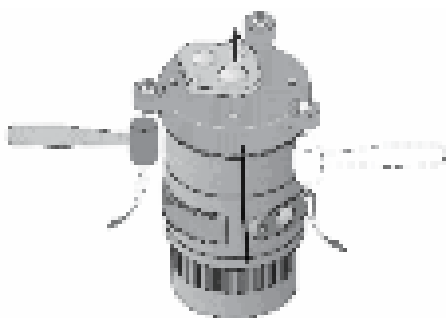

Figure 29
6. Tournez la pompe à l'envers sur le banc et bloquez-la. Retirez les quatre vis d'assemblage de la base. À l'aide d'un maillet, tapez vers le haut sur la base pour la desserrer. Soulevez la base de la volute intermédiaire (voir la figure 29).